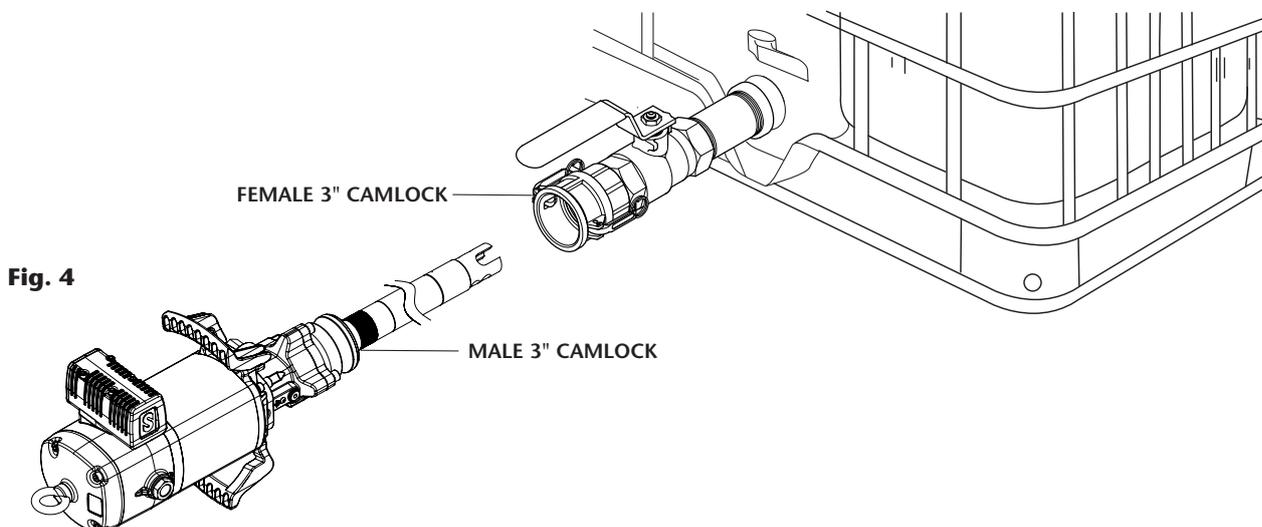

Fig. 4
- **c.** Installation horizontale directement sur le réservoir (pompes 531730, 531731). Ces pompes incorporent la partie mâle d'un camlock de 3" qui s'accouplera à la partie femelle placée dans le réservoir (voir Fig. 4).
Fig. 4 vous présente à titre informatif une installation typique dotée de tous les éléments recommandés pour son bon fonctionnement.